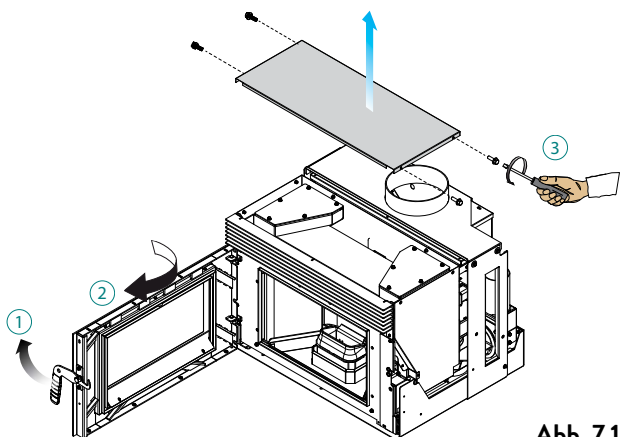

Abb. 7.14
- A) Abrir la puerta (1), exponer el panel superior (2), desatornillar y retirar el panel superior (3) (Fig. 7.14)